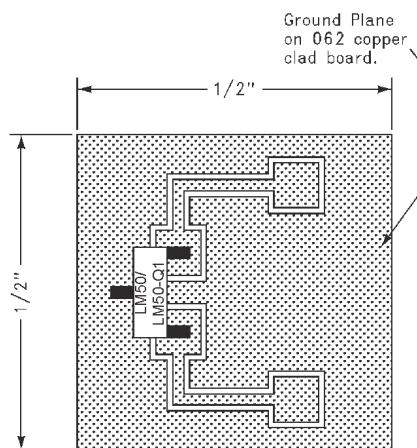

図 8-14. 热応答曲線生成のヒートシンクに使用するプリント基板 LM50 (Legacy Chip)
(1) 30 ゲージのワイヤにはんだ付けされた部品。
(2) 使用したヒートシンクは、図 8-14 に示すように、部品に 2 オンスのホイルを採用した 0.5 インチの正方形プリント基板です。